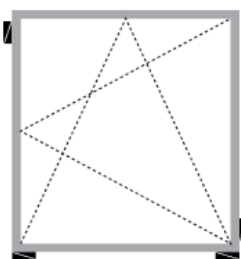

Rys. 7 Rozmieszczenie punktów mocowania.
6. Otwór w którym montowane będzie okno powinien być przygotowany w sposób zależny od przewidzianego systemu montażu (w przypadku montażu warstwowego zalecane jest wyrównanie ościeży zaprawami lub klejami), przygotowanie otworu w zależności od systemu montażu opisane jest w Instrukcji Montażu Produktów Mirox. Mocowanie okien w otworze, powinno być wykonane przy pomocy odpowiednich elementów mocujących (kotwy, łączniki ramowe, systemowe konsole do montażu w strefie izolacji termicznej, system MOWO) wg Rys. 1, 2, 3, 4 i 5, rozmieszczonych w odpowiednich rozstawach wg Rys. 7 (nie dotyczy systemów konsol, dla których wytyczne podaje ich producent). Głębokość zakotwienia oraz dobór elementów mocujących w ścianie powinno być zależne od rodzaju materiału z jakiego wykonana jest ściana. Przy mocowaniu ościeżnicy w dolnej części należy dobrać takie środki mocujące (np. kotwy), które nie powodują otwarcia komory wzmocnienia. Jeśli nie jest to możliwe (np. montaż w systemie MOWO, montaż przy użyciu EPP – Energooszczędných Podkładów Podparapetowych), należy w sposób trwały uszczelnić komorę wzmocnienia.
UWAGA! W przypadku montażu stolarki na łączniki ramowe (mocowanie przez ramę) i wystąpienia w zalecanym miejscu kotwienia elementu okucia (odległość A wg rys.7) lub innej przeszkody uniemożliwiającej wykonanie otworu, zaleca się przesunięcie